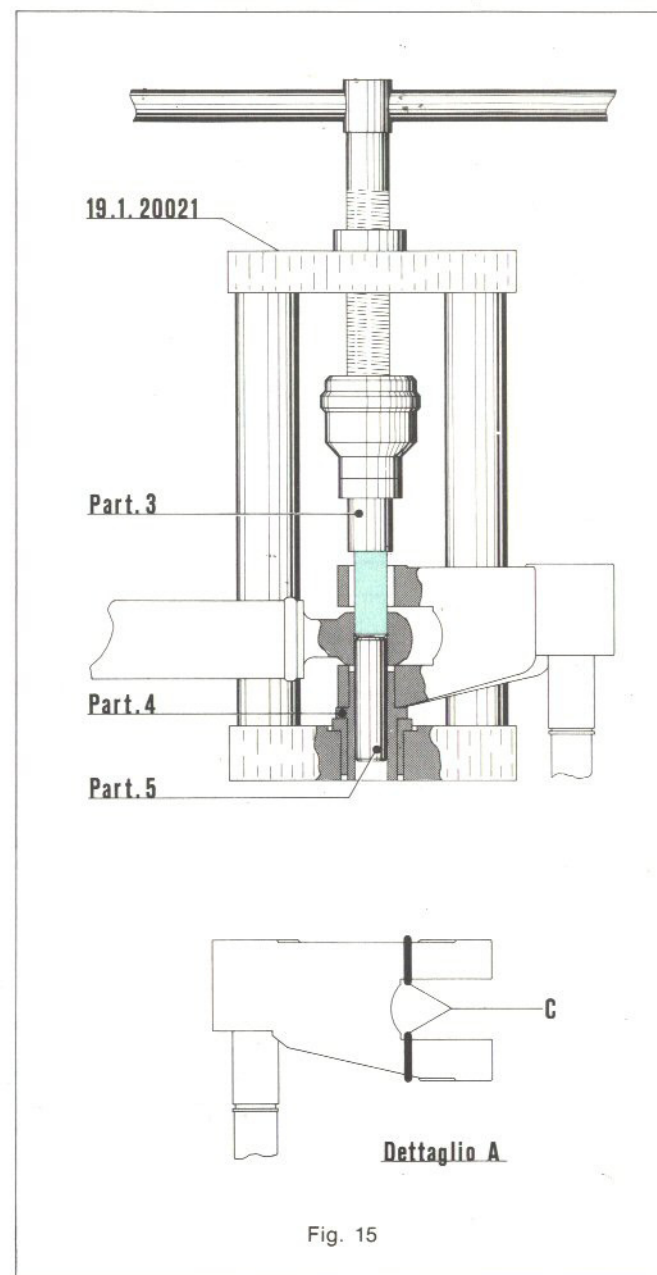

Fig. 15
### Montaggio spinotto (Fig. 15).
**N. B. -** Prima di procedere al suddetto collegamento montare i due anelli parapolvere «C» sul mozzetto oscillante come rappresentato nel dettaglio «A» di fig. 15.
— Applicare l'attrezzo 19.1.20021, munito sullo stelo del particolare 3 e del particolare 4 sul fondo dell'attrezzo, come rappresentato in fig. 15. Inserire lo spinotto, preventivamente ingrassato con lubrificante a base di **polvere di Molykote** oppure **Molubrol mescolata a sego**, sul mozzetto oscillante e agire sull'impugnatura dell'attrezzo fino a portare il particolare 3 a battuta sul tubo sterzo. Completato il montaggio dello spinotto introdurre, con leggeri colpi di mazzuolo i due distanziali particolare 17 (Ved. fig. 16).
— Togliere dall'attrezzo 19.1.20021 il particolare 5 (di guida), parzialmente espulso nella precedente fase di montaggio dello spinotto (fig. 15), lasciando sempre montato il particolare 4.
— Impiegare l'attrezzo munito dei particolari 3 e 4, come già rappresentato in fig. 15 per il montaggio dello spinotto, e spingere mediante l'impugnatura
— Togliere a questo punto i due distanziali (particolari 17 fig. 16) e, dopo avere completamente riempito con grasso «**FIAT Z2**» il vano compreso tra i «NADELLA» - tubo sterzo e mozzetto oscillante, spostare gli anelli parapolvere («C» fig. 15); fino a posizionarli nel suddetto vano.